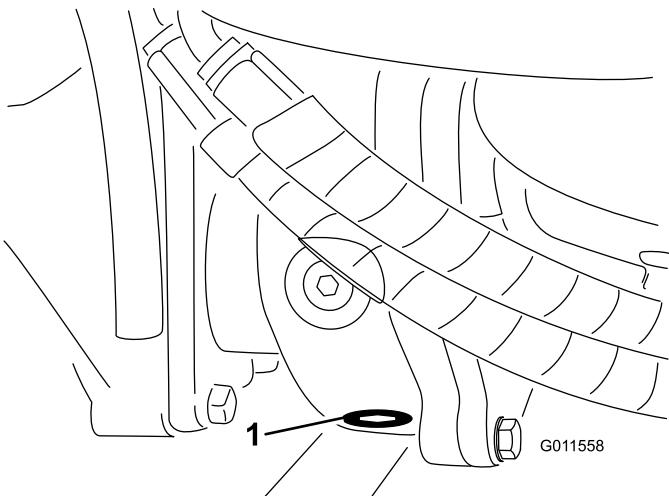

Bild 78
5. Reinigen Sie den Bereich um die Ablassschraube an der Unterseite des Getriebes (Bild 78)